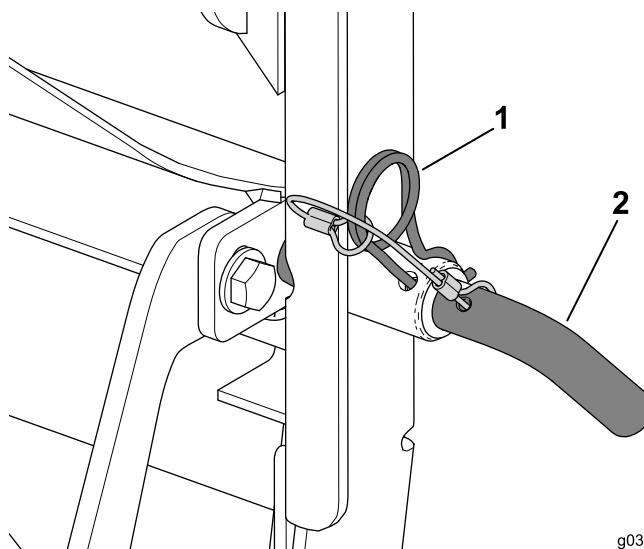

Figura 12
2. Introduzca el pasador de bloqueo a través del soporte del ensacador y el travesaño (Figura 12).
3. Utilice la chaveta para sujetar el pasador de bloqueo (Figura 12).